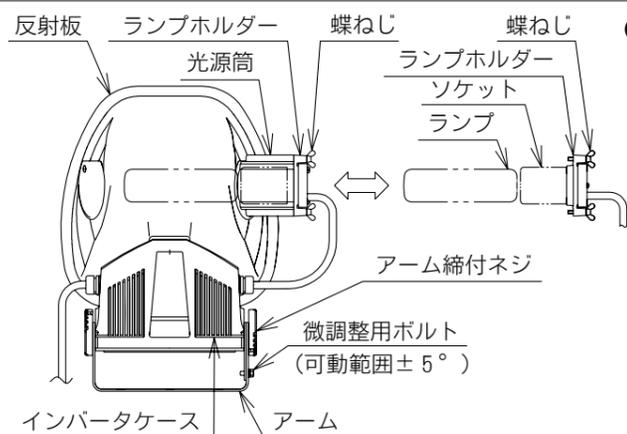

図3
2. 照明器具の光源筒とランプホルダーの取付けは、図3のように光源筒にランプホルダーを挿入し2ヶ所の蝶ねじを平均に締付けてください。
1. 図3のアーム締付ねじを緩めて照射角度に合わせてください。
4. 10°以下の微調整が必要な場合はアーム締付ねじを若干緩め、図3の微調整用ボルトを緩めて微調整をおこなってください。微調整の範囲は±5°です。調整後、微調整用ボルト、およびアーム締付ねじをしっかりと締付けてください。（図7）